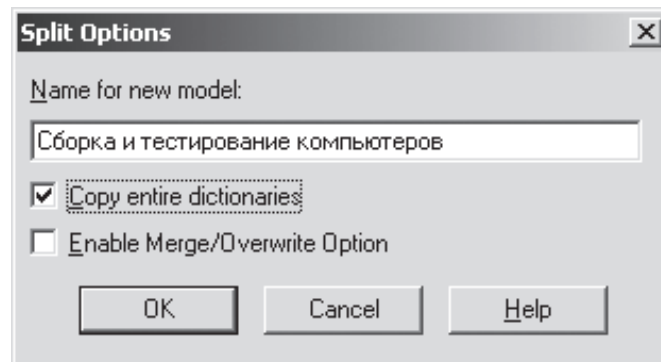

Рис. 6.1. Диалог Split Options
2. В диалоговом окне Split Options внесите имя новой модели «Сборка и тестирование компьютеров», установите опции, как на рисунке, и щелкните по ОК (рис. 6.1).